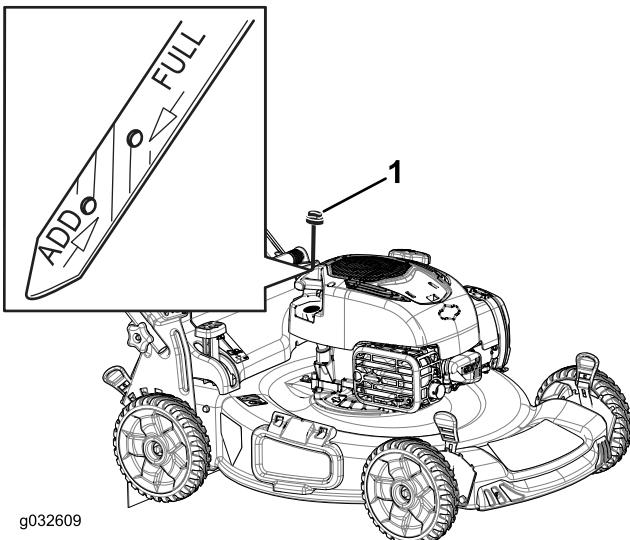

Рисунок 30
- Извлеките масломерный щуп (Рисунок 30).
4. **Медленно** заливайте масло в маслозаливной патрубок до соответствующей отметки **Full** (**Полный**) на масломерном щупе (Рисунок 30). **Не допускайте переполнения.**